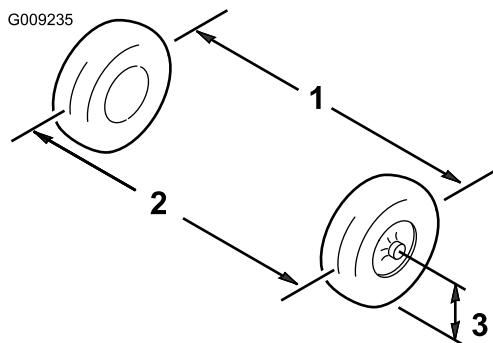

Рисунок 54
6. Измерьте расстояние между обеими переднимишинами на высоте моста, с передней и задней стороны передних шин (Рисунок 54).